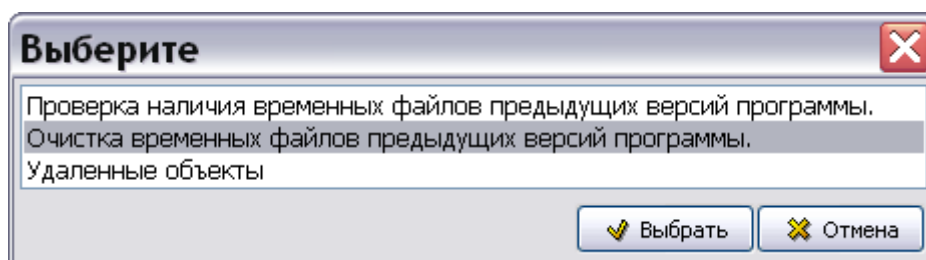

Рис. 4.4
3. В окне **Выберите** выделите пункт «Очистка временных файлов предыдущих версий программы» (Рис. 4.4).